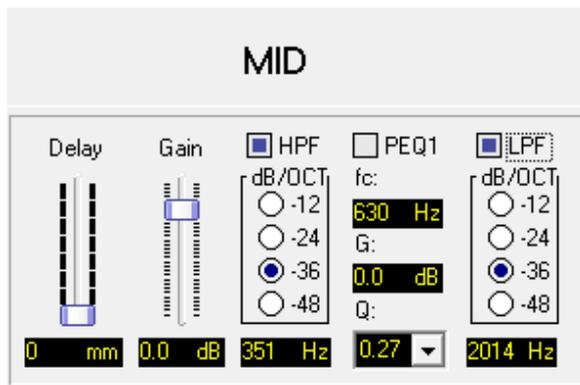

图 5-17 中频部分设置界面
②设置“MID”区域，即音箱中音部分。如图 5-17 所示。